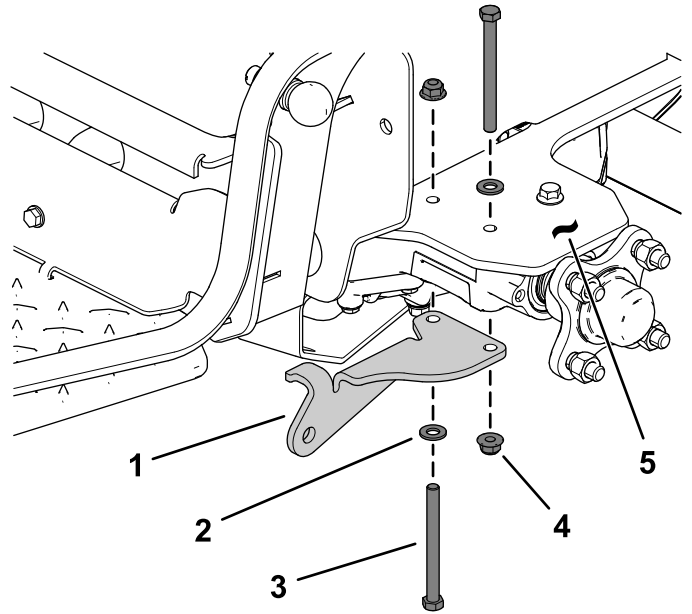

Figura 4
6. Instale provisionalmente un soporte de montaje del rayador en el soporte de la transmisión usando 2 pernos de cabeza hexagonal ($\frac{3}{8}$ " x 4"), las 2 tuercas con arandela prensada ($\frac{3}{8}$ ") que retiró anteriormente y 2 arandelas planas en cada lado (Figura 4).
4. Apriete las fijaciones de los soportes de montaje del rayador y del conjunto del rodillo (Figura 4 y Figura 5).